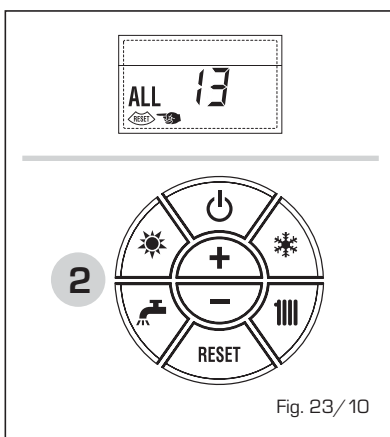

Fig. 23/10
**- ANOMALIA SONDA FUMOS "ALL 14"** (fig. 23/11)